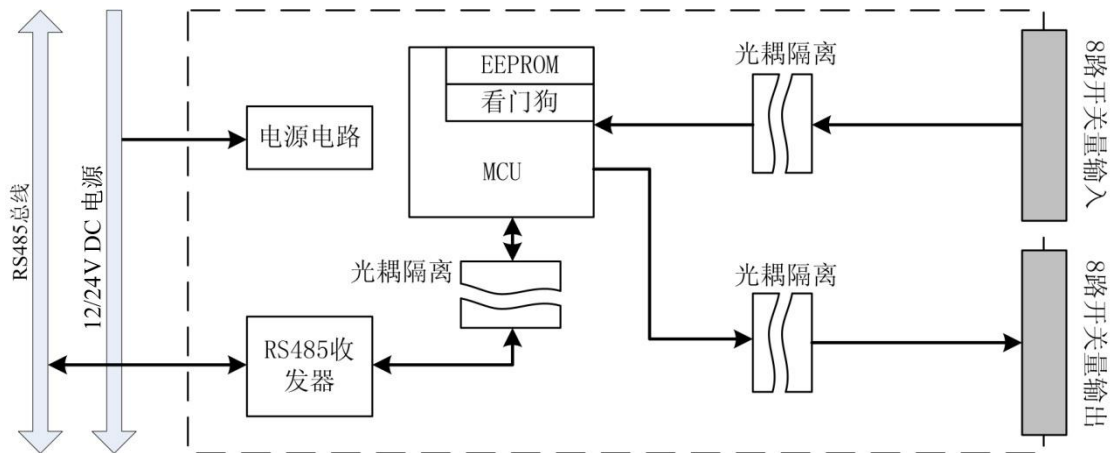

图 1.1 MR-D0808-D 原理框图
MR-D0808-D 为 RS485 型 8 通道隔离开关量输入 (DI)、8 通道隔离开关量 (漏极) 输出 (DO) 模块。模块内部电路与现场开关量输入信号及开关量输出电路之间采用光耦隔离。其原理框图如图 1.1: